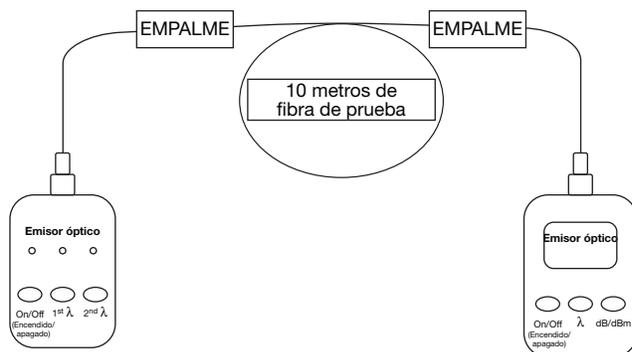

Figura 1
7. Conecte un emisor láser (SM) o LED (MM) a un extremo de la fibra y un medidor de potencia al otro extremo de la fibra. Consulte la Figura 1.